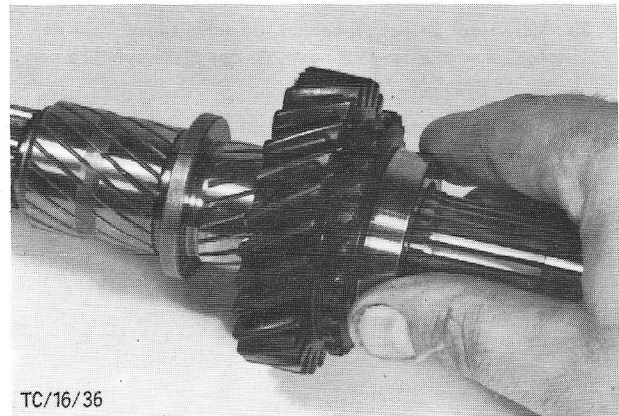

Fig.59 2e Versnellingstandwiel monteren.
27. Schuif het tweede versnellingstandwiel, met de schakelvertdanding naar achteren gekeerd, op de hoofdas (fig.59).